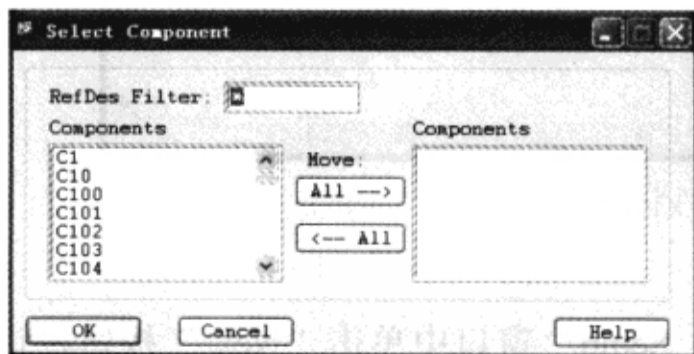

图 2-6-11 “Select Component” 对话框
(3) 单击“Connectors”区域的“Browse”按钮，打开“Select Component”对话框，如图 2-6-11 所示。